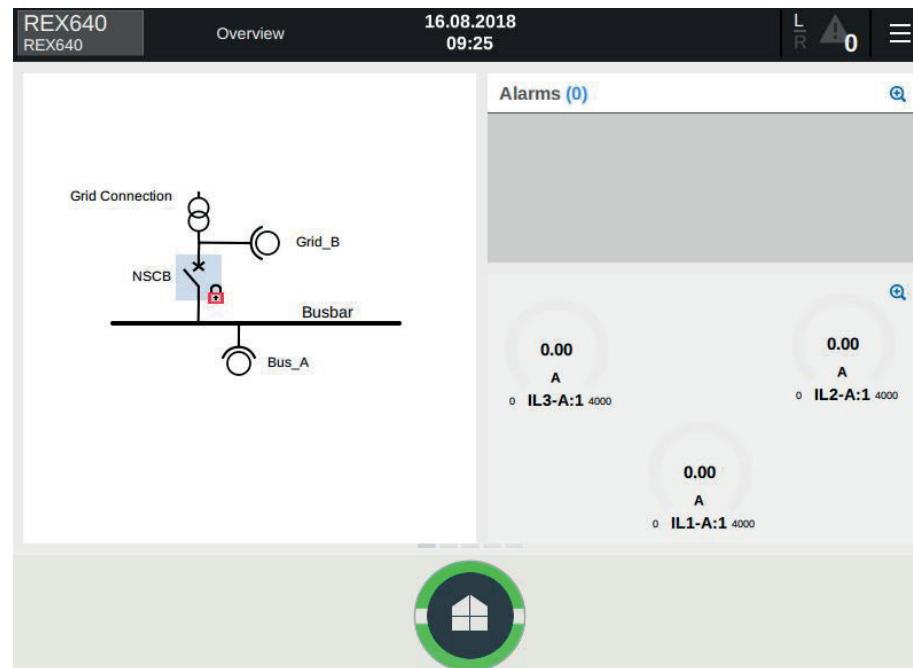

Abb. 150: Netztransformator-Leistungsschalter ist offen.
- Der Netzleistungsschalter ist offen. Siehe Abbildung 150.